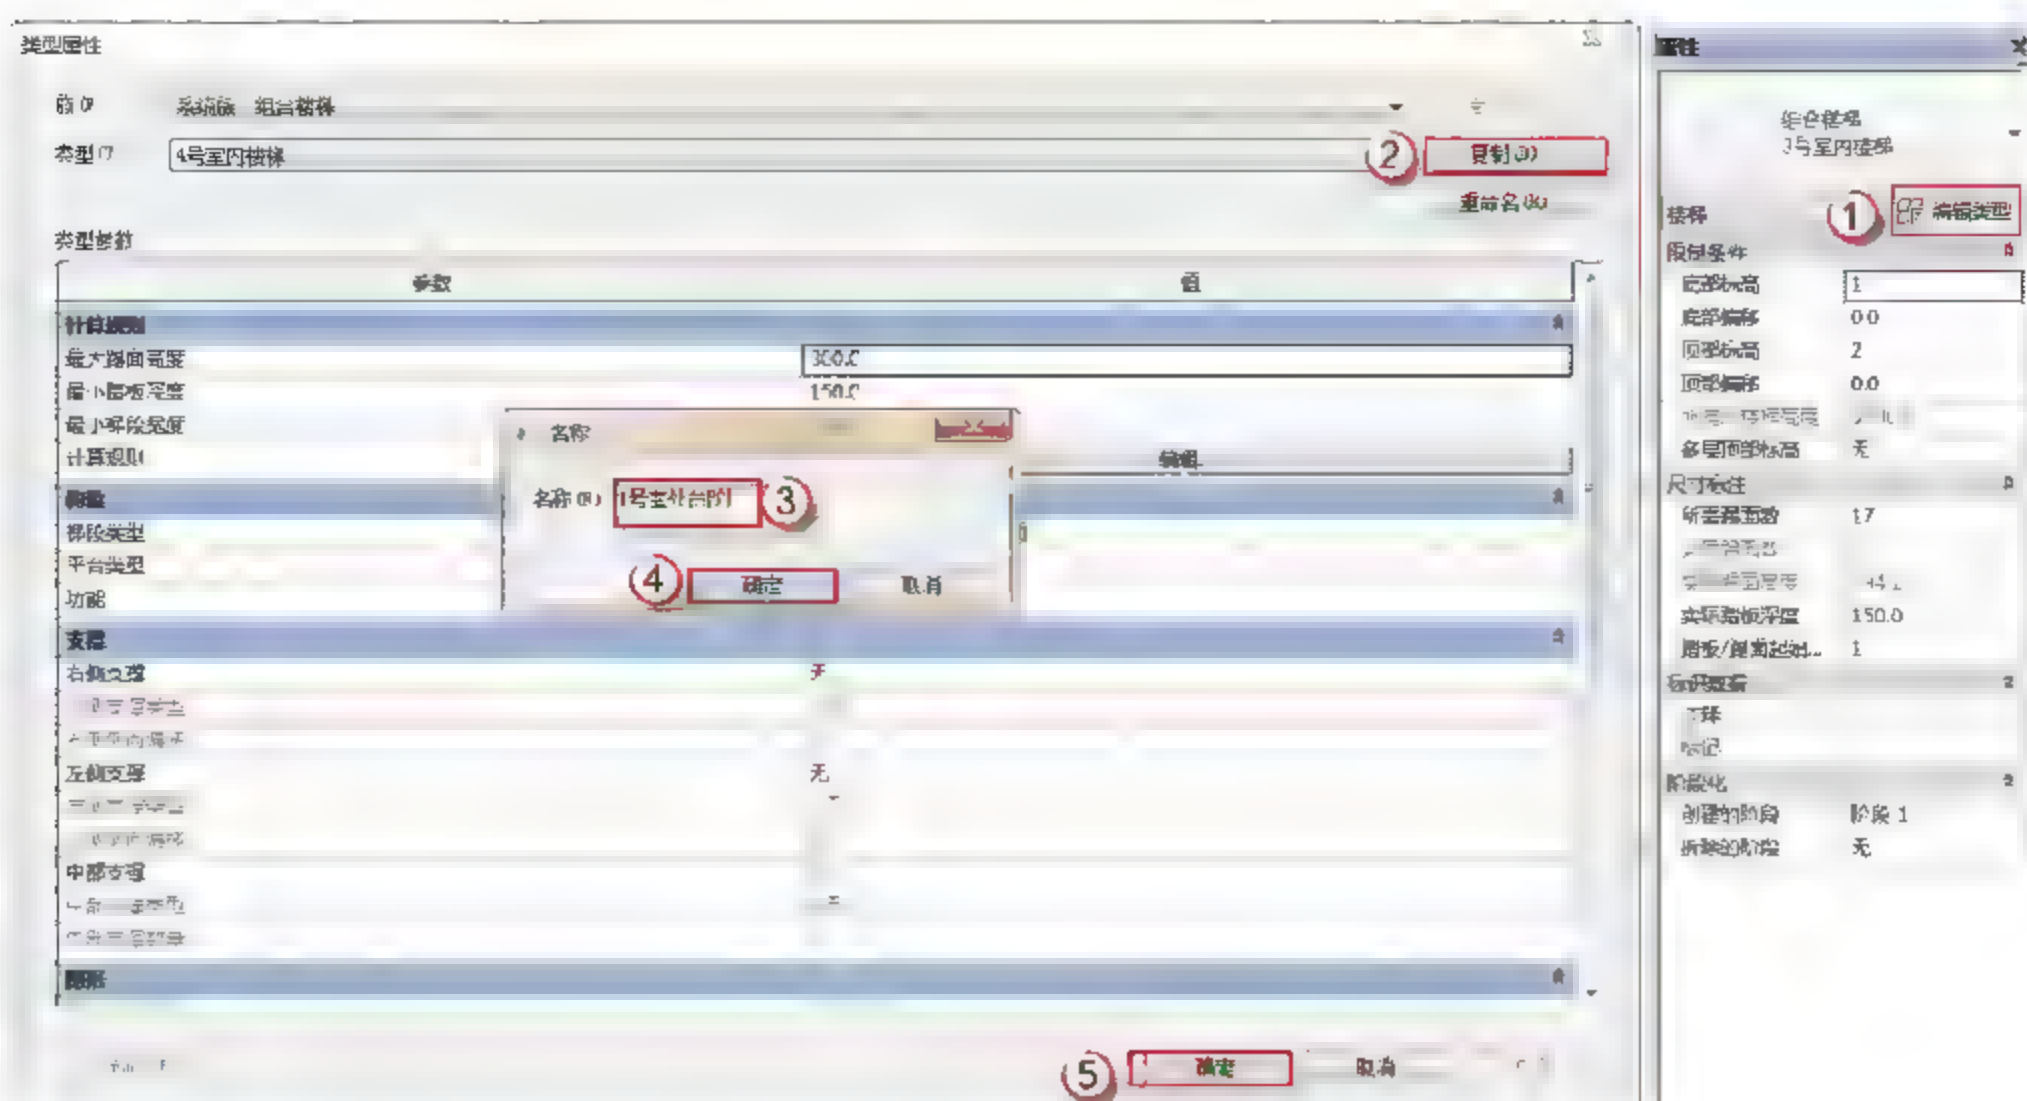

图 11.2.71 新建楼梯类型
(6) 构建楼梯。选择“建筑”→“楼梯”→“楼梯（按构件）”命令，在激活的“修改/创建楼梯”选项栏中单击“直梯”按钮，然后进入楼梯的绘制模式。
(7) 新建组合楼梯类型。单击“编辑属性”按钮，在弹出的“类型属性”对话框中，单击“复制”按钮，弹出“名称”对话框，将名称“4号室内楼梯”修改为“1号室外台阶”，最后单击“确定”按钮完成新建组合楼梯类型，如图 11.2.71 所示。